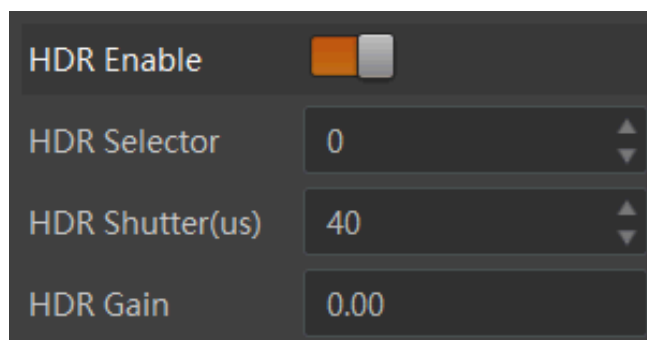

图7-25 HDR 设置
2. 选择 *HDR Selector*，调整 *HDR Shutter* 参数和 *HDR Gain* 参数的数值，分别对每一组参数进行设置，如图 7-25 所示。